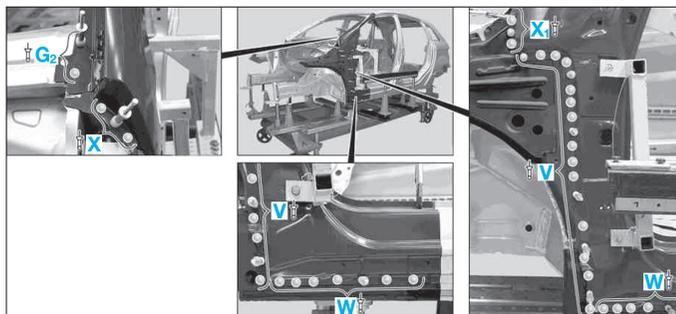

FIG. 57
- Riveter la partie extérieure du montant A (rivet Polygrip à tête plate, tête ronde de Ø 6,4 x 14 mm) dans les zones (V), (W), (X), (X₁) et (G₂) (Fig.57).